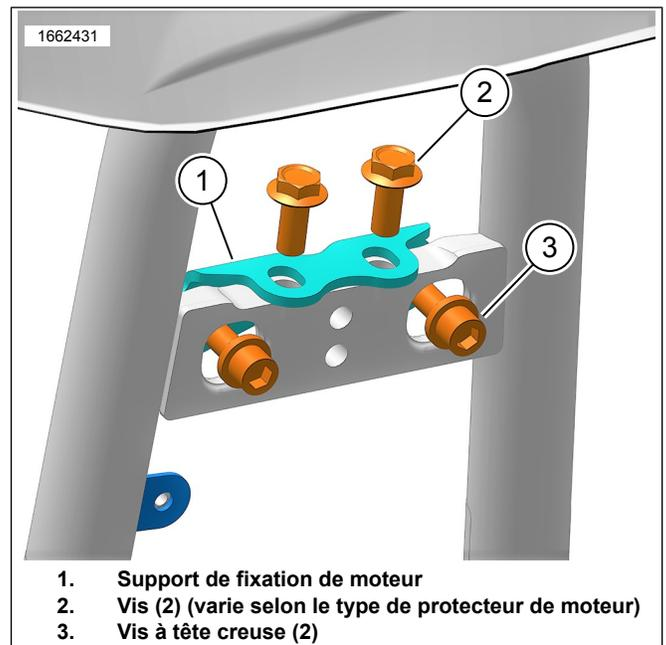
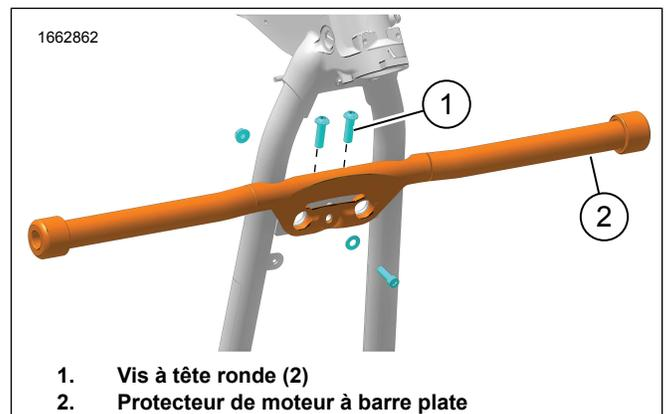

Figure 5. Support de fixation de moteur
Figure 6. Barre plate
- a. Voir la Figure 5. Installer le support de fixation de moteur (1).
1. Voir la Figure 5. Installer le support de fixation de moteur (1).
2. Installer les vis et les serrer à la main (3).
- a. Voir la Figure 6. Utiliser les vis (1) du kit pour fixer le support de fixation de moteur et le protecteur de moteur.
4. Voir la Figure 5. Serrer les vis (3).